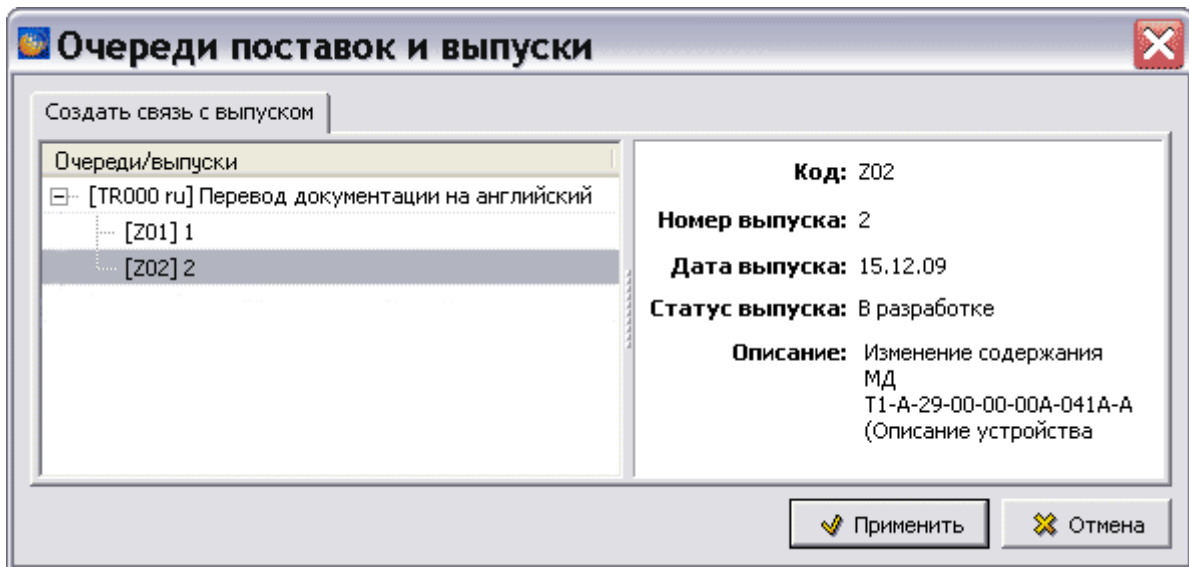

Рис. 23.18
4. В верхней части окна выберите инструмент  **Связать...**. При этом появится окно **Очереди поставок и выпуски** (Рис. 23.18).